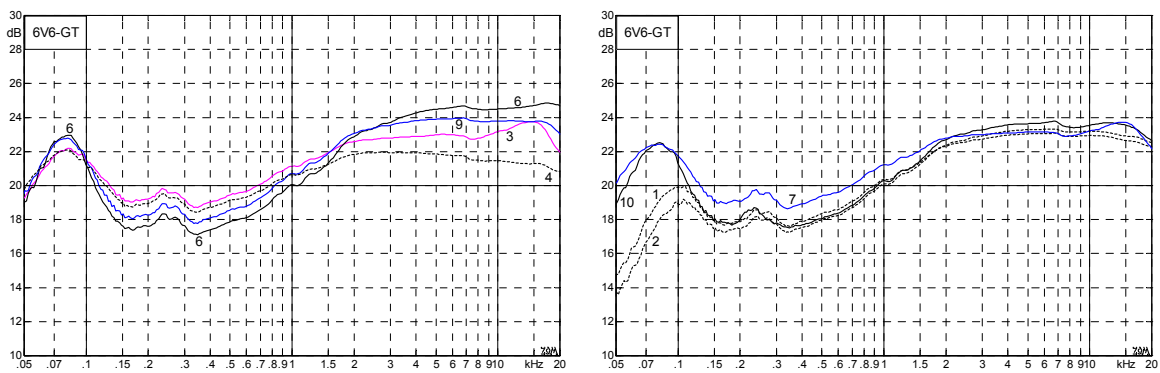
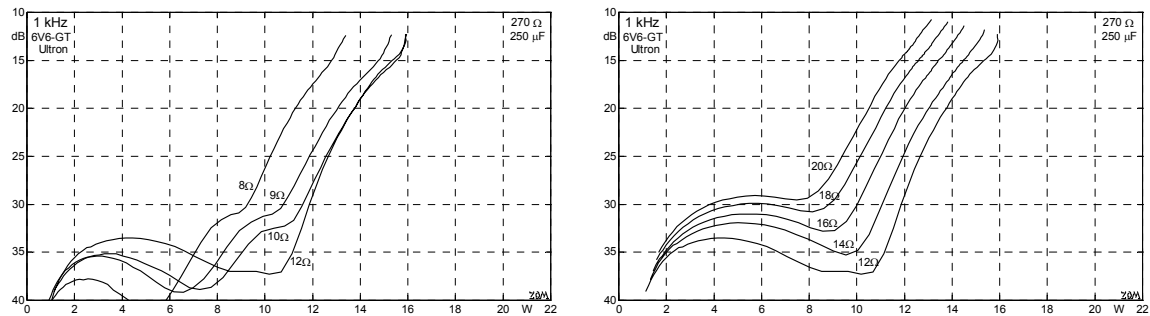

Abb. 10.6.28: Übertragungsmaß vom Phaseninverter-Eingang (ohne NFB) bis zum Lautsprecher (P12N).
Abb. 10.6.31: Endstufen-Klirrdämpfung für verschiedene Lastwiderstände; Hammond Deluxe-upgrade. 20 dB Klirrdämpfung entspricht einem Klirrfaktor von $k = 10\%$.
In der nicht-normierten **Abb. 10.6.28** tritt die Übertragerwirkung deutlicher hervor: Nr. 6 mit der kleinen Primärimpedanz erzeugt im Umkehrschluss die größte sekundäre Quellimpedanz, und deshalb bildet sich die Lautsprecherimpedanz relativ stark auf den Übertragungsfrequenzgang ab. Wäre der Endstufen-Innenwiderstand null (ideale Spannungsquelle), so ergäbe sich im Bild eine horizontale Gerade. Gegenüber diesem theoretischen "Ideal" (das für Gitarrenverstärker nicht generell ideal ist) steigen im Bild die Quellimpedanzen in der Reihenfolge 4-3-9-6. Die Kompression der Kurven folgt fast in derselben Reihenfolge, nur Nr. 4 fällt aus der Reihe: Der für den Tweed-Deluxe angebotene TAD-Übertrager (4) hat den höchsten DC-Widerstand, und deshalb etwas höhere Kupferverluste. Dafür ist er der teuerste von allen. Aber wer weiß, vielleicht ist er ja auch der authentischste.
Die vorhergehenden Diagramme zeigen, dass Ausgangsübertrager – selbst wenn für dasselbe Verstärkermodell angeboten – unterschiedliches Betriebsverhalten ergeben. Ein Parameter ist hierbei der Volllast-Frequenzgang (Abb. 10.6.28), ein weiterer die Maximalleistung (Abb. 10.6.30), ein dritter der **Klirrfaktor**. Der für diese Messungen verwendete Hammond-Übertrager arbeitet (mit Ultron-6V6-GT) am effizientesten bei $12\ \Omega$ Last, ein Ergebnis, das auch durch **Abb. 10.6.31** dokumentiert wird. Mit anderen Röhren ergeben sich jedoch andere Werte, und das zeigt wieder einmal, dass erst das Zusammenspiel mehrerer Komponenten das Übertragungsverhalten der Endstufe festlegt.